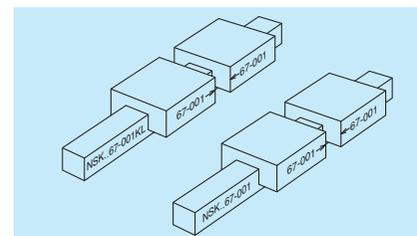

图 10.30 2 根导轨公称型号不同时
- 但是，即使由 2 根以上导轨组成一套使用时，有时公称型号并不相同，这时产品编号一定是相同的。这时将滑块从导轨上拔出时，往往会搞不清楚哪个滑块与哪个导轨组合，所以不得已分离滑块和导轨时，请一定对此多加注意 (图 10.30)。